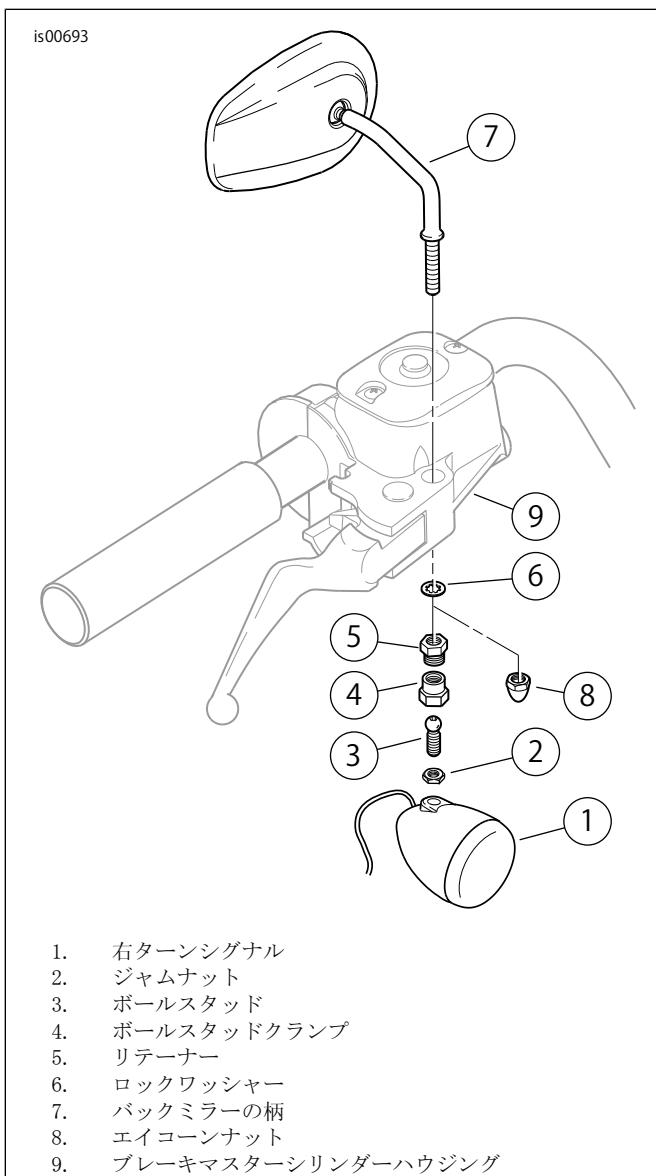

図2。右側ターンシグナルの取り外し
8. 「図2」を参照。ジャムナット(2)を緩める。
1. 全モデル: 「図2」を参照。フロントブレーキマスターシリンダーハウジング(9)に、キットのエイコーンナット(8)とロックワッシャー(6)を使ってミラーの柄を固定する。この時点では完全に締め付けない。